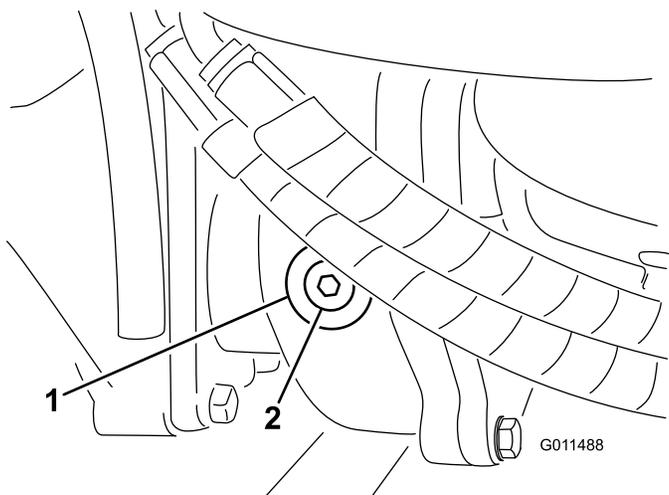

Рисунок 19
2. Снимите пробку контрольного (заливного) отверстия с левой стороны редуктора и убедитесь, что масло доходит до нижнего края отверстия (Рисунок 19).